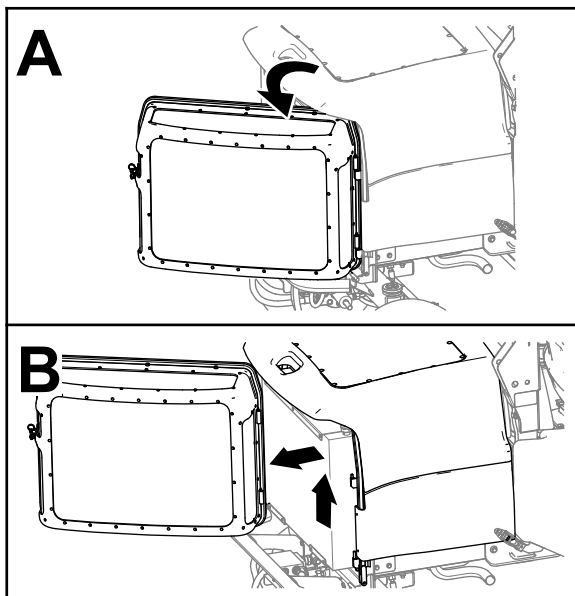

Bild 69
3. Entriegeln Sie das Motorgitter, öffnen Sie es und heben Sie es von der Maschine ab (Bild 69).